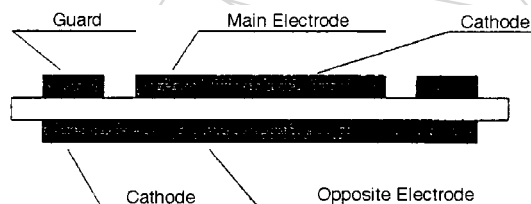

図 2A
6.2 図 2A に示されているように、電極システム中に試料を置く。